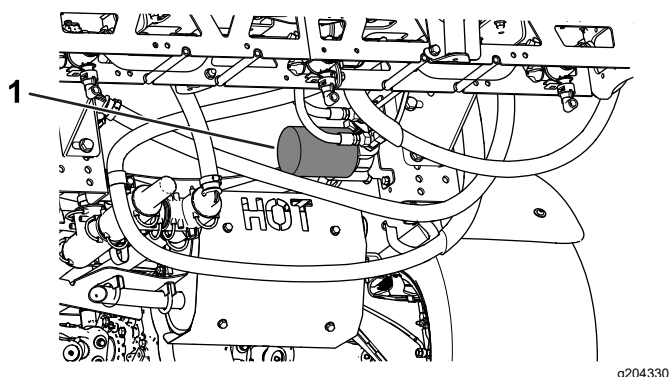

Figura 54
4. Retire el filtro (Figura 54).